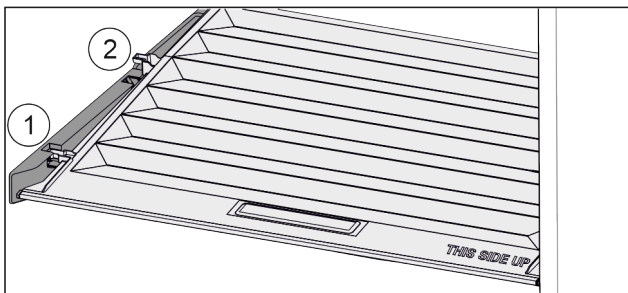

Fig. 147
- ▶ Tirer le couvercle vers l'avant jusque dans l'orifice des pièces de retenue Fig. 147 (1).
- ▶ Le soulever par le bas à l'arrière et le sortir par le haut Fig. 147 (2).